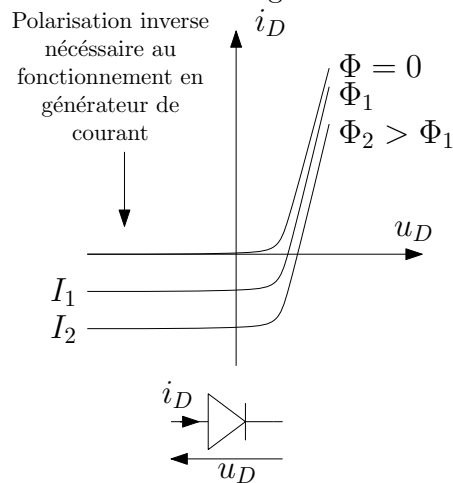
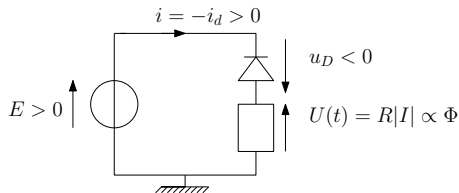

Figure 79
Figure 80
- ✗ La caractéristique de la photodiode est donnée figure 79
- ✘ Pour mesurer ϕ on effectue le montage figure 80 et on mesure la tension $U(t)$ aux bornes de la résistance. En effet, d'après la figure 79, on voit que la diode fonctionne en générateur de courant quand elle est éclairée et qu'elle est polarisée en inverse.